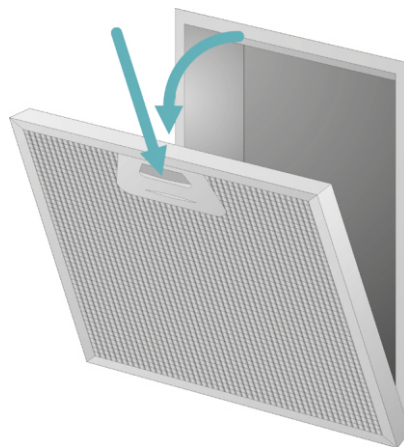

Рис.12 Снятие алюминиевого жировоулавливающего фильтра
1. Нажмите на защелки на жировоулавливаемом фильтре и снимите фильтр. (Рис. 12)